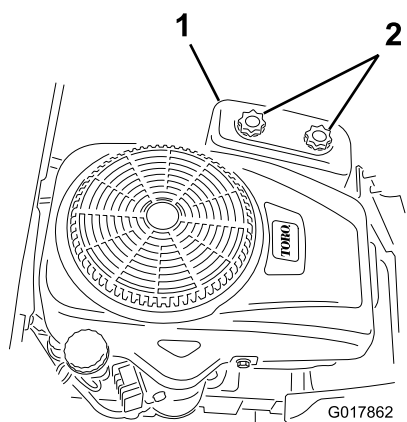

Figura 18
3. Retire la tapa del limpiador de aire desenroscando los 2 pomos (Figura 18).
4. Instale la tapa del limpiador de aire y apriete los 2 pomos (Figura 18).